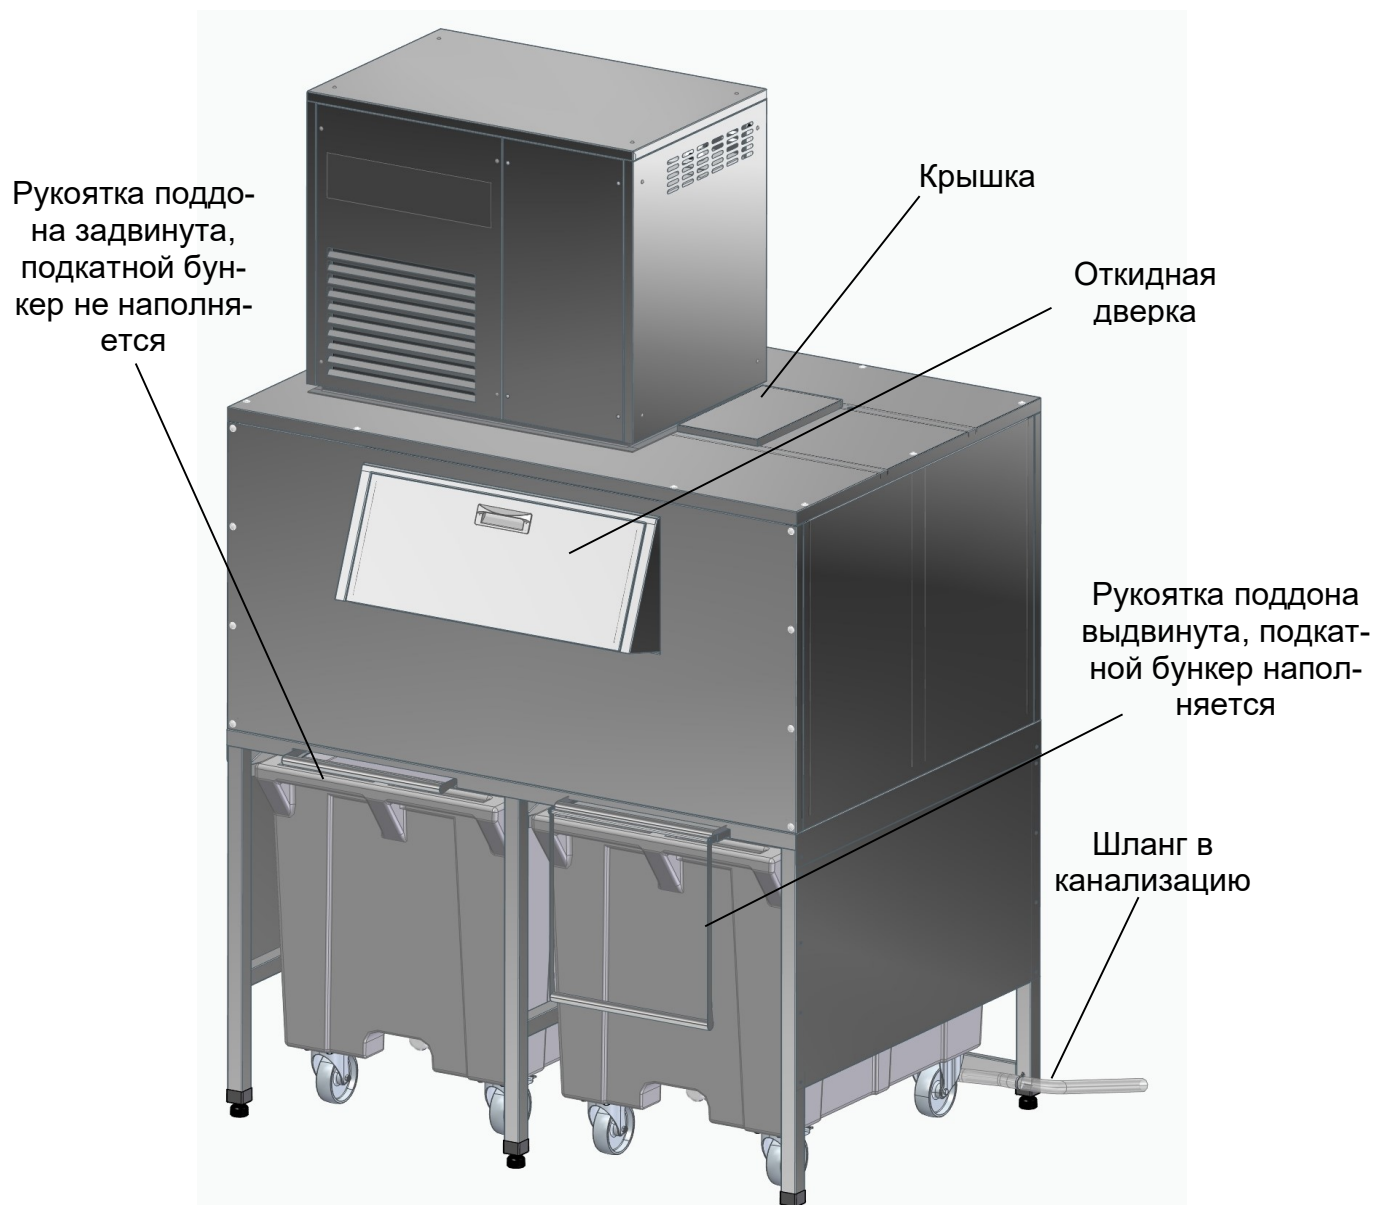

Рис. 4 Схема работы бункера и его основные части
5.2 Работа возможна в одном из трех вариантов (см. рис. 4):